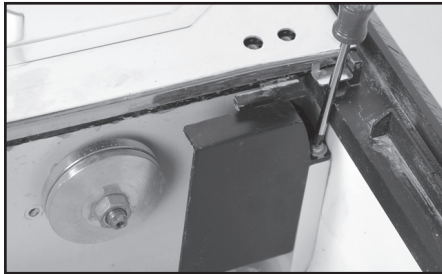

FIGURA 4
2. Remueva el deflector (ver la FIGURA 4).